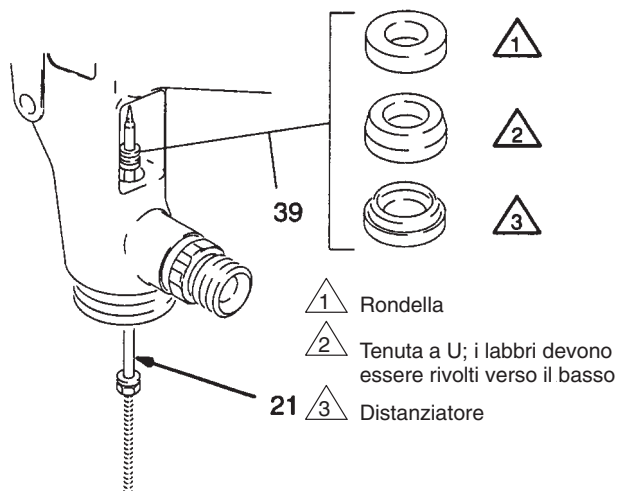

Fig. 6
1. Inserire lo spillo del fluido (21) attraverso la parte anteriore della pistola come illustrato nella Fig. 6. Installare il nuovo gruppo guarnizione (39) posizionandolo sull'estremità della punta dello spillo. Rivolgere le guarnizioni come illustrato nella Fig. 6.